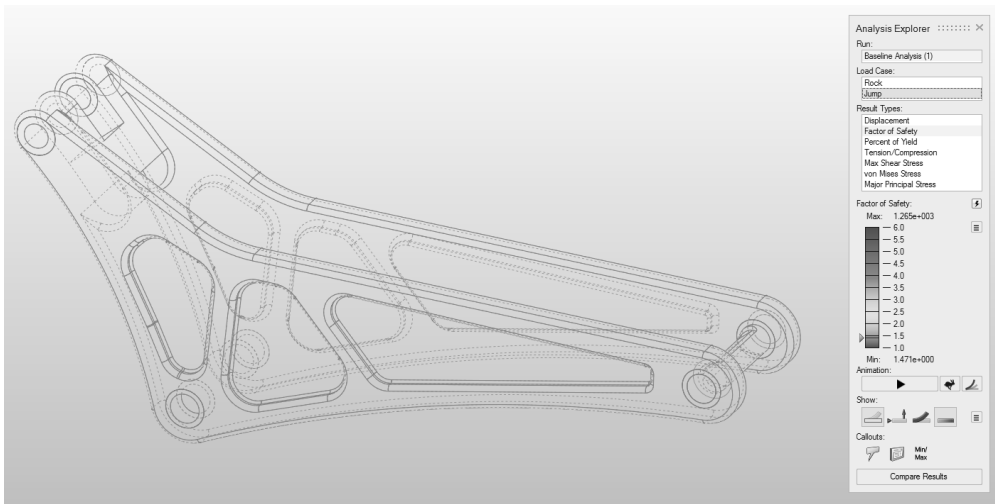

图 8-12
4) 在分析探索器的安全系数下，单击并拖动图例中的滑块，直到模型刚好消失为止，如图 8-12 所示。此操作会遮盖模型中安全系数高于滑块内选定值区域。